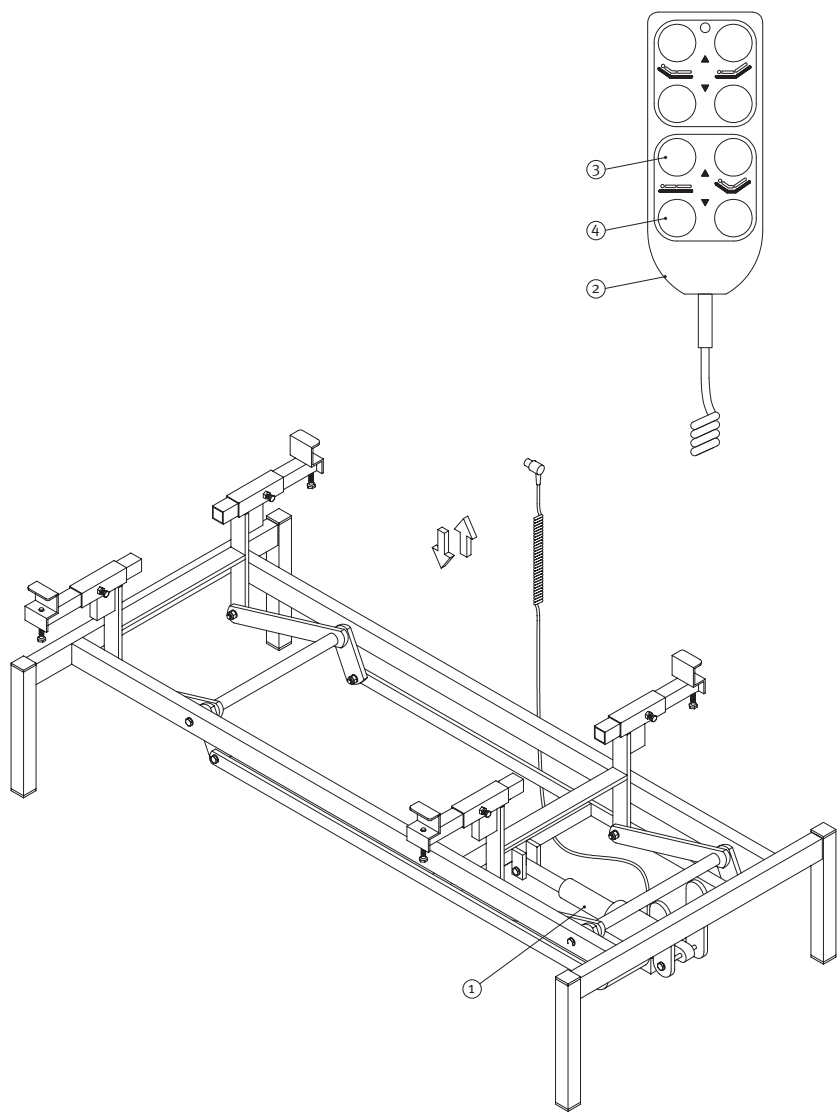

Fig. 10 Regolazione verticale del piano rete del letto Art. A 7034/AE.
- Per sollevare la sezione testa (1) premere il pulsante (6), raggiunto il livello desiderato rilasciare il pulsante (6), il bloccaggio è automatico.
- Per abbassare la sezione testa (1) premere il pulsante (7), raggiunto il livello desiderato rilasciare il pulsante (7), il bloccaggio è automatico.
- Per sollevare la sezione gambe (2) premere il pulsante (8), raggiunto il livello desiderato rilasciare il pulsante (8), il bloccaggio è automatico.
- Per abbassare la sezione gambe (2) premere il pulsante (9), raggiunto il livello desiderato rilasciare il pulsante (9), il bloccaggio è automatico.
- Per sollevare contemporaneamente le sezioni testa e gambe premere il pulsante (10), raggiunto il livello desiderato rilasciare il pulsante (10), il bloccaggio è automatico.
- Per abbassare contemporaneamente le sezioni testa e gambe premere il pulsante (11), raggiunto il livello desiderato rilasciare il pulsante (11), il bloccaggio è automatico.
4.5 Regolazione verticale del piano rete del letto Art. A 7034/AE (Fig. 10)